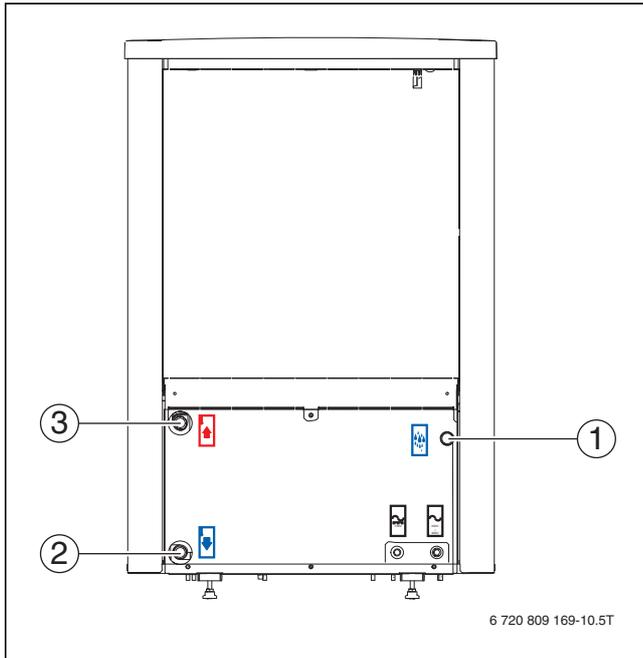

Bild 14 Wärmepumpenanschlüsse. Gültig für alle Größen.
- ▶ Rohr für Primärkreiseingang vom Inneneinheit anschließen (→ [2], Abb. 14).
- ▶ Rohr für Primärkreisausgang zum Inneneinheit anschließen (→ [3], Abb. 14).